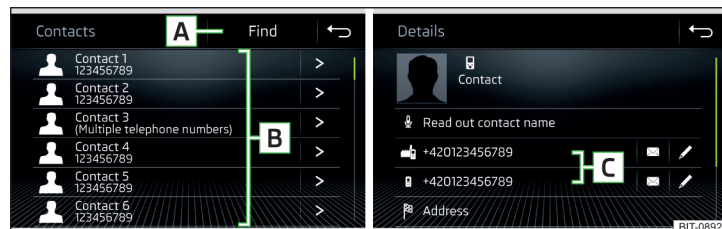

Fig. 191 Lista de los contactos de teléfono / Detalle del contacto
► En el menú principal *Teléfono* pulse la superficie funcional , se visualizará una lista de los contactos de teléfono » fig. 191.